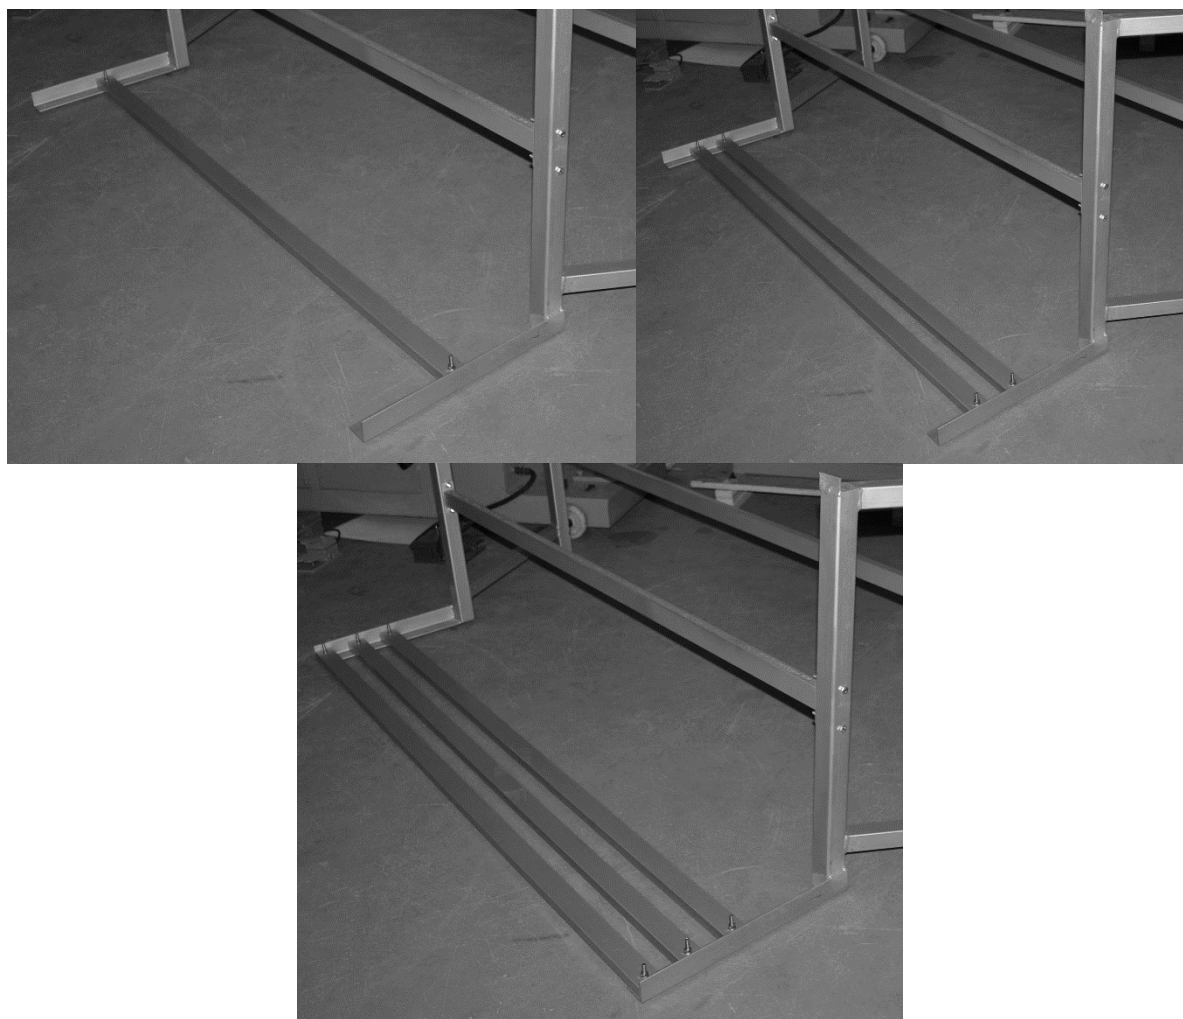

Рис. 3
4. Прикрепите подставки(4) к ножкам с креплением под подставку(4) болтами М6х55(7) с двух сторон. (Рис. 3)